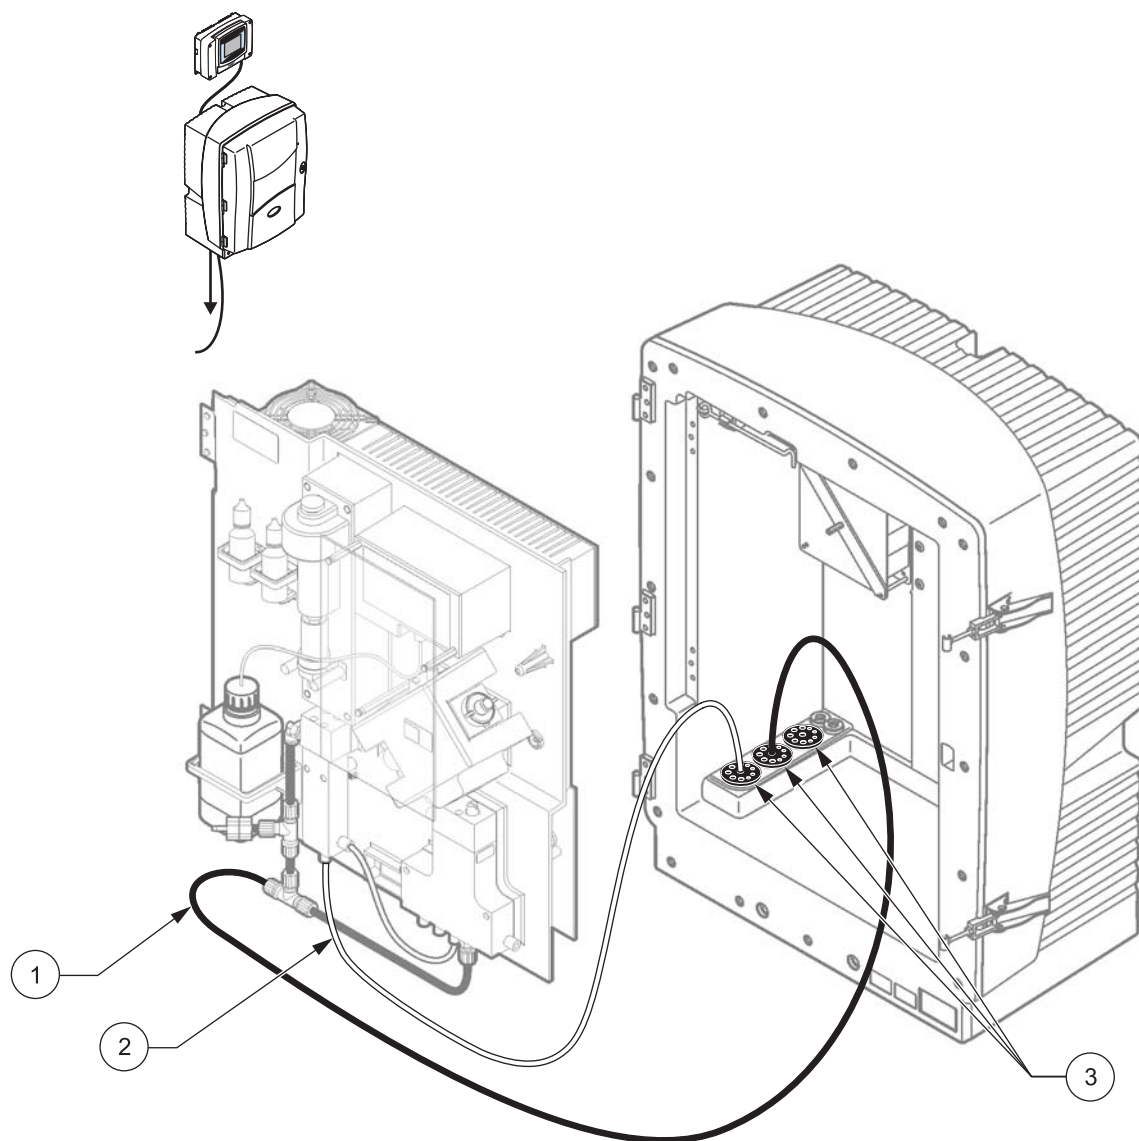

图 34 选项 10a 设置
请参考图 34 以及选项 10a 的以下说明：
2. 通过分析器从取样准备设备引出取样管（图 34，项目 2）。使用 3 号密封塞加固。